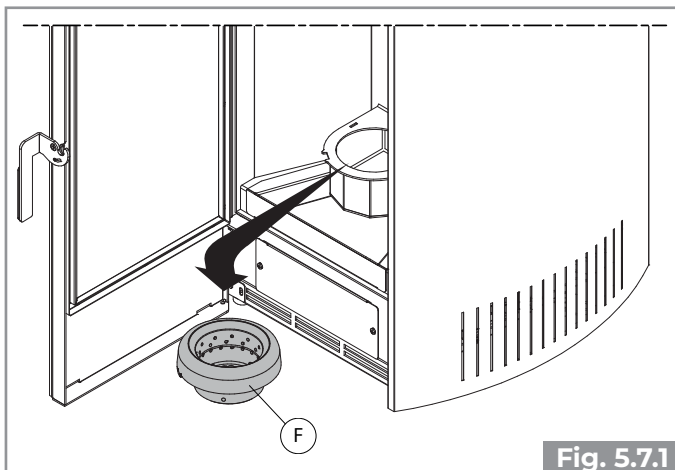
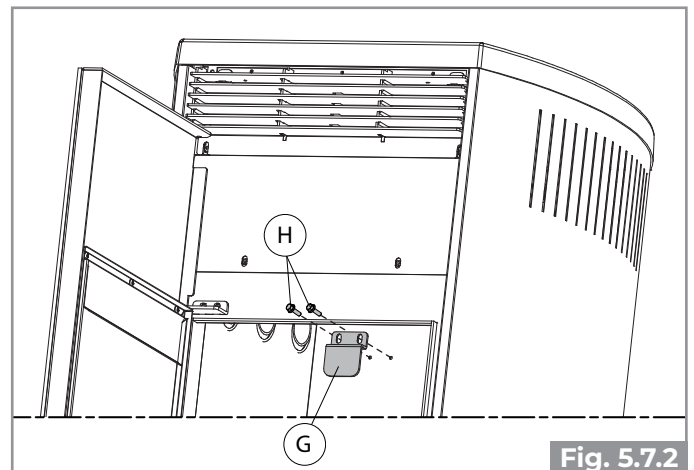

Fig. 5.7.1
Fig. 5.7.2
- Ouvrir la porte, retirer le brasero F (Fig. 5.7.1) et le support de fixation G en agissant sur les deux vis H (Fig. 5.7.2) ;